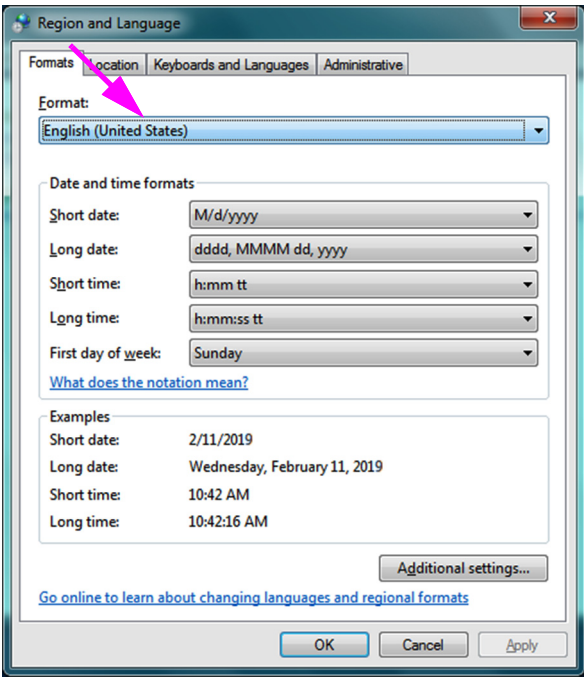

图 C-15. Region and Language（区域和语言）下拉窗口 — Formats（格式）选项卡
5. 出现 Region and Language（区域和语言）屏幕（请参见图 C-15）。